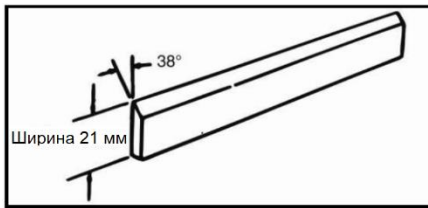

Рис. 23
**ПРИМЕЧАНИЕ:** во многих мастерских нет возможности переточить ножи надлежащим образом. Запрещается устанавливать неотбалансированные ножи или переточенные до ширины менее 21 мм (Рис. 23).